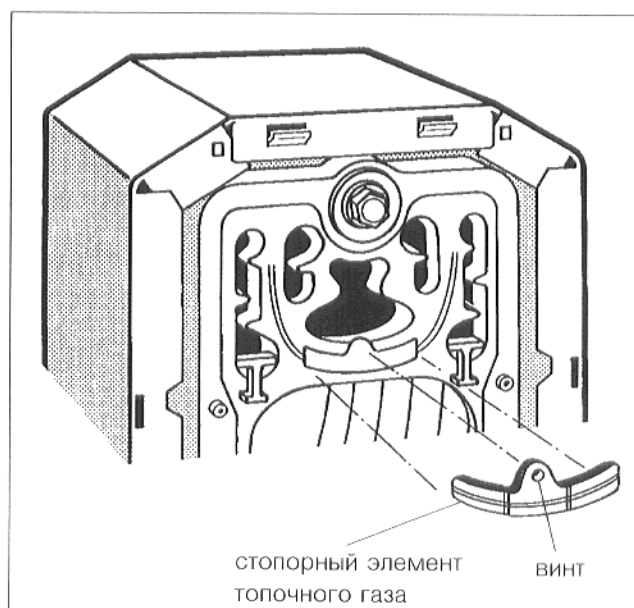

Рис. 33
- Вывинтить винт в середине запорного элемента топочного газа (рис. 33).